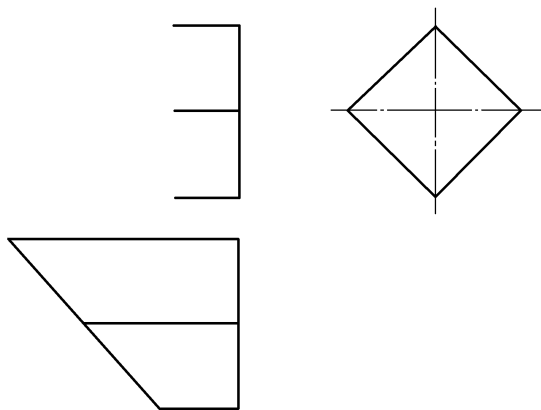

图 10
10. 正四棱柱 (图 10) 的左端面为一铅垂面, 试完成该棱柱的 V 面投影。